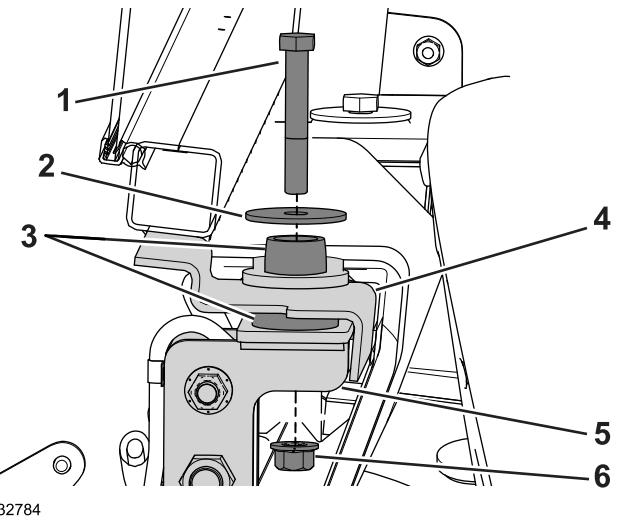

Bild 72
3. Setzen Sie einen Gummi-Isolator in jede Befestigungsstelle im Kabinenrahmen ein (Bild 72).
4. Befestigen Sie die Kabine mit der Schraube ($\frac{1}{2}'' \times 3\frac{1}{4}''$), einer großen Schraube und Bundmutter an der Maschine (Bild 72).